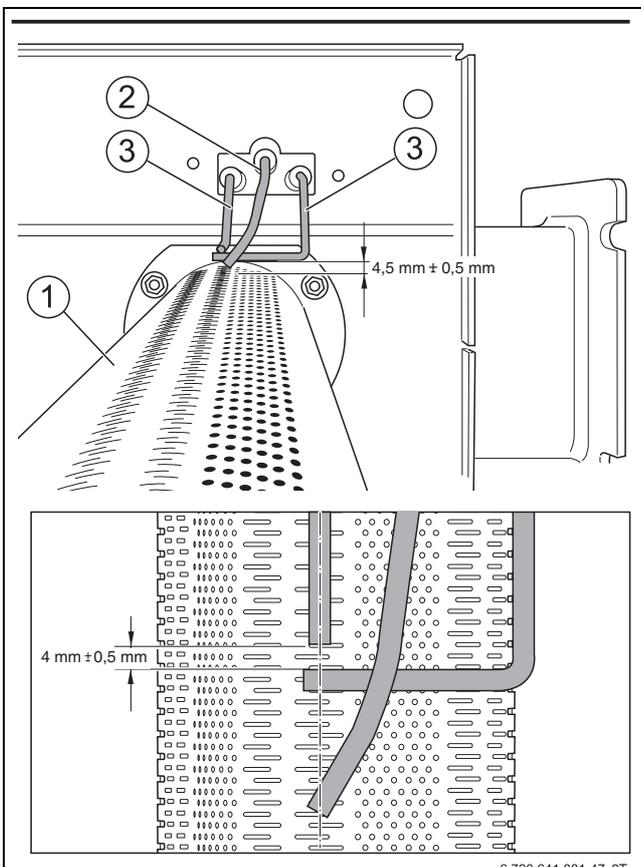

Рис. 65 Проверка положения электродов (размеры в мм)
- ▶ Измерьте расстояние от электродов до стержня горелки согласно → рис. 65 и при необходимости отрегулируйте их, смещая электрод в продольных отверстиях.
- ▶ Отрегулируйте стержень горелки так, чтобы положение электродов соответствовало → рис. 65. Позиция электродов находится над шлицевым рядом.
- ▶ Осмотрите запальный электрод (обгорание) согласно → рис. 65 и замените при необходимости.